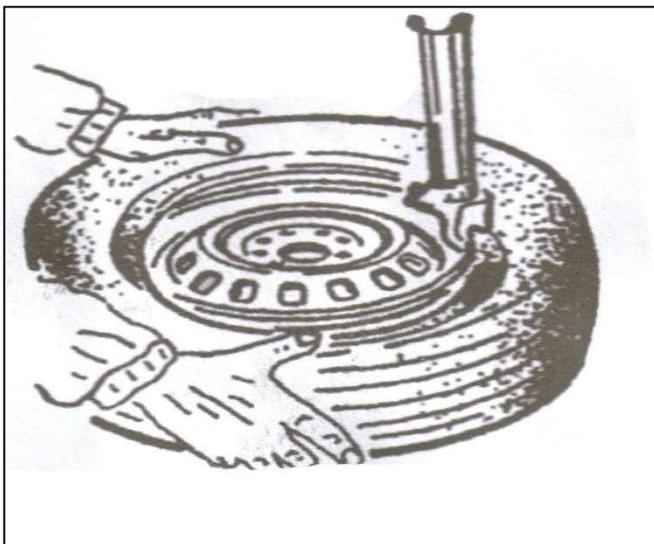

図 22
4.2.3 チューブタイプの場合、タイヤ内部へ入れ芯と繋ぎます。上記手順によりフチを組み込んで下さい。(図 22)。リムの固定工程中、手をリムと爪(マウントヘッド)に挟まない様充分御注意下さい。